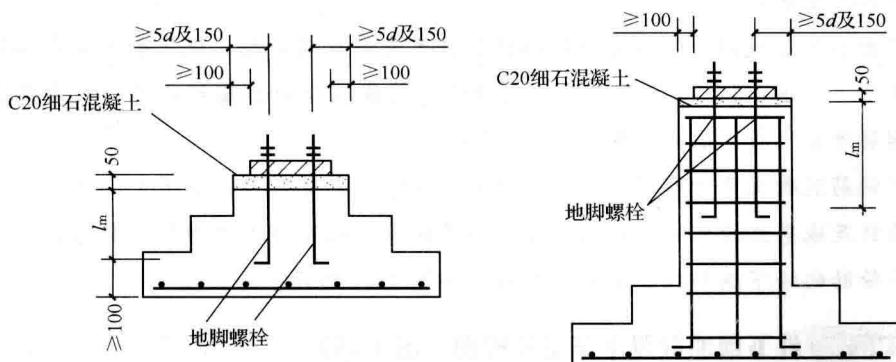

图 1-11 钢柱下单独基础图
实例三 钢柱下单独基础图（图 1-11）
(1) 钢柱基础的柱与基础的连接构造如图 1-11 所示。基础顶部的平面尺寸应为：地脚螺栓中心至基础顶面边缘的距离不小于 $5d$ (d 为地脚螺栓直径) 及 150 mm；钢柱底板边线至基础顶面边缘的距离不小于 100 mm。
(2) 基础顶面设 C20 细石混凝土二次浇灌层，厚度一般可采用 50 mm。基础高度 $h \geq l_m + 100$ mm (l_m 为地脚螺栓的埋置深度)。